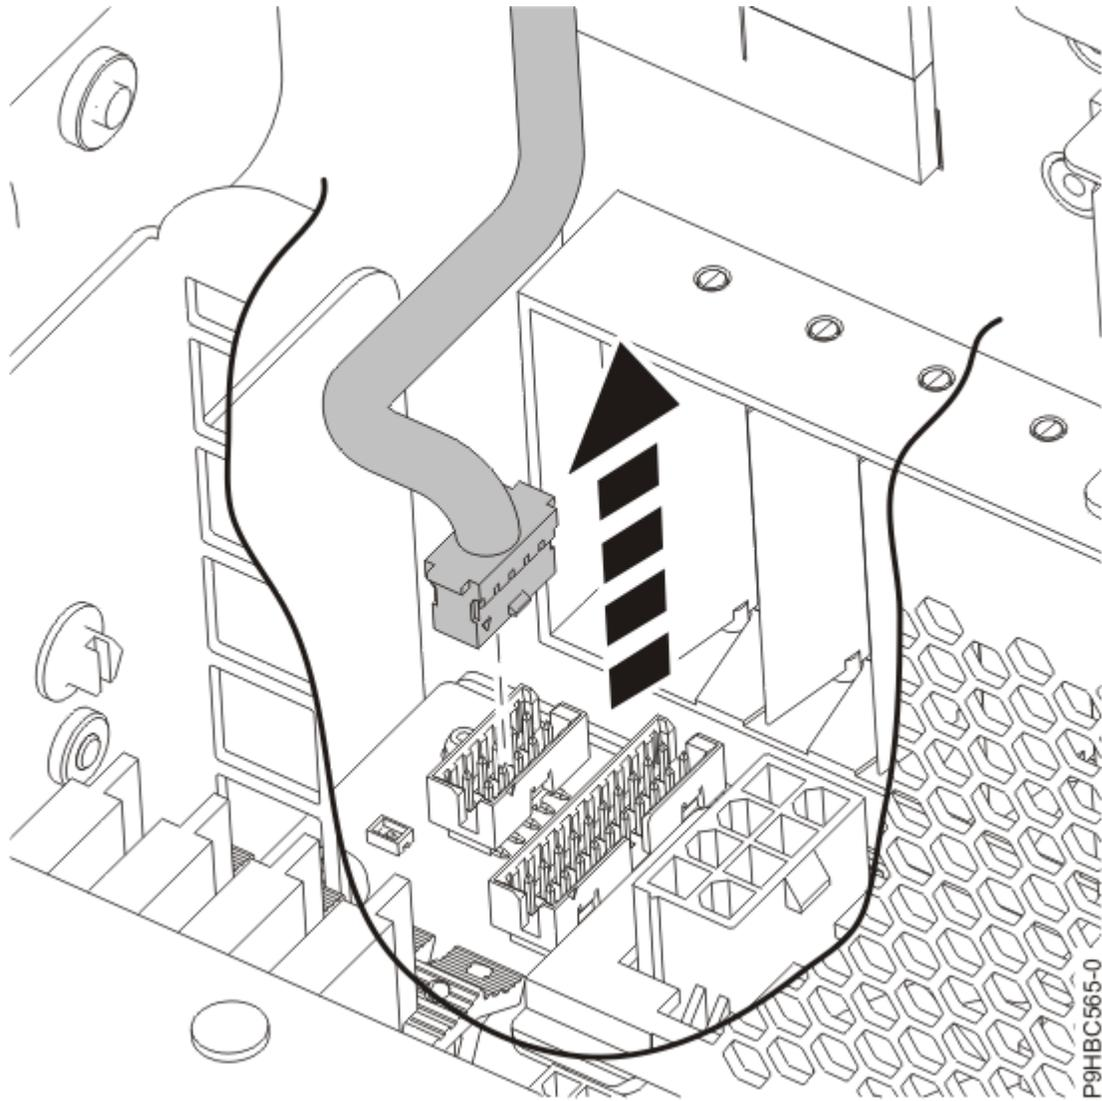

Figura 109. Desconexión del cable de pantalla del panel de control de la placa posterior del sistema para un sistema montado en bastidor
4. Desenchufe el cable de la pantalla del panel de control de la placa posterior del sistema, tal como se muestra en la Figura 109 en la página 116 o la Figura 110 en la página 117.